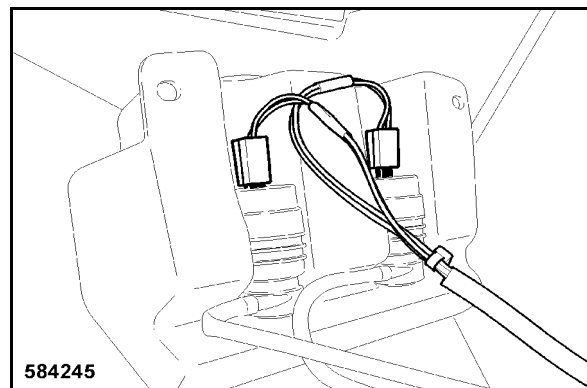

Fig. 227
- Brancher les deux connecteurs des pompes des lave-glaces (Fig. 227).